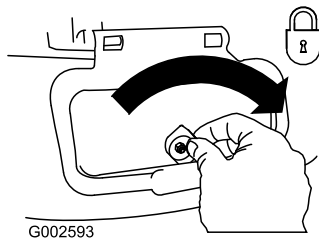

Figura 24
**Importante:** Bloquee la puerta de descarga lateral después de cerrarla (Figura 24).